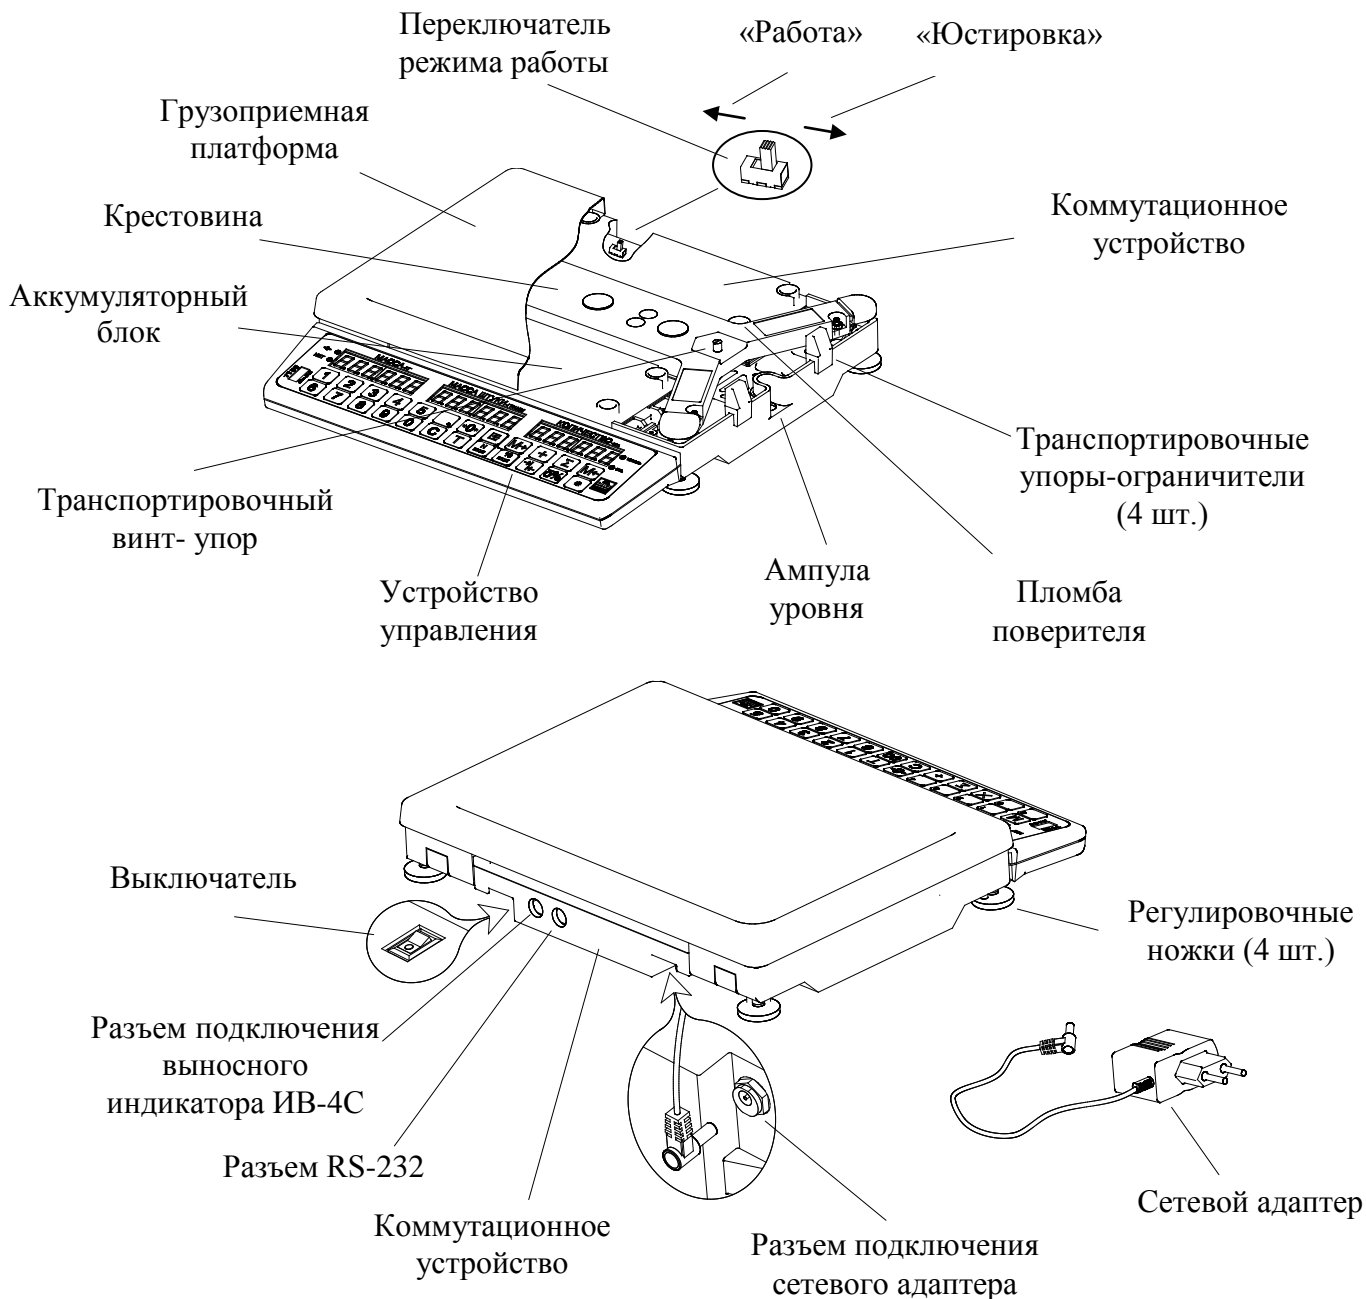
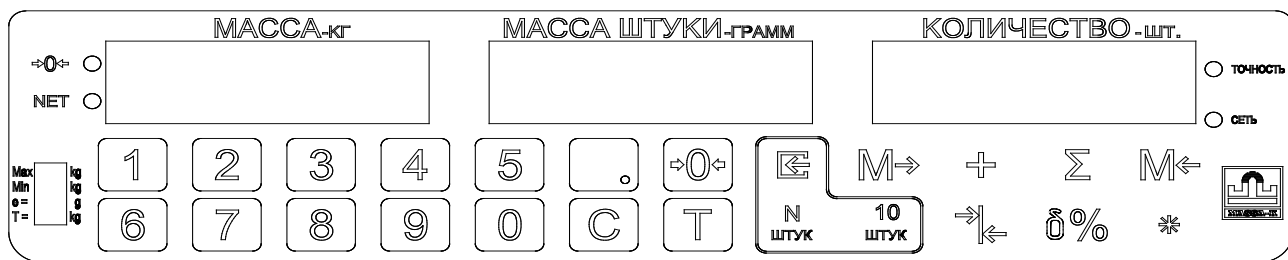

Рис. 5.1 - Весы МК\_С21
Рис. 5.2 - Панель управления
Конструкция весов представлена на Рис. 5.1. Расположение элементов индикации и клавиатуры приведено на Рис. 5.2.
6.2 Снять грузоприемную платформу с весов и убрать транспортировочные упоры - ограничители (Рис. 5.1).